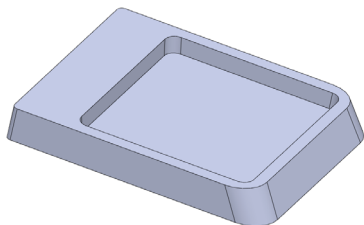

图 6-56 打开素材模型
(1) 单击常用工具栏中的【打开】按钮, 打开一幅素材模型, 如图 6-56 所示。